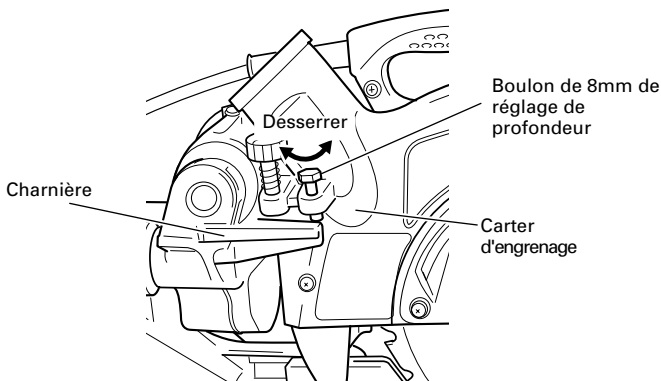

Fig. 10-b
**REMARQUE:** Pour couper à angle droit une pièce dont la hauteur excède 2-9/16" (65mm) et pour faire une coupe en biseau à gauche d'une pièce dont la hauteur excède 1-25/32" (45mm) ou une coupe en biseau à droite d'une pièce dont la hauteur excède 2-3/8" (60mm), régler la position limite inférieure de manière que la base de la tête du moteur (se reporter à la Fig. 10-a) ne vienne pas en contact avec la pièce.